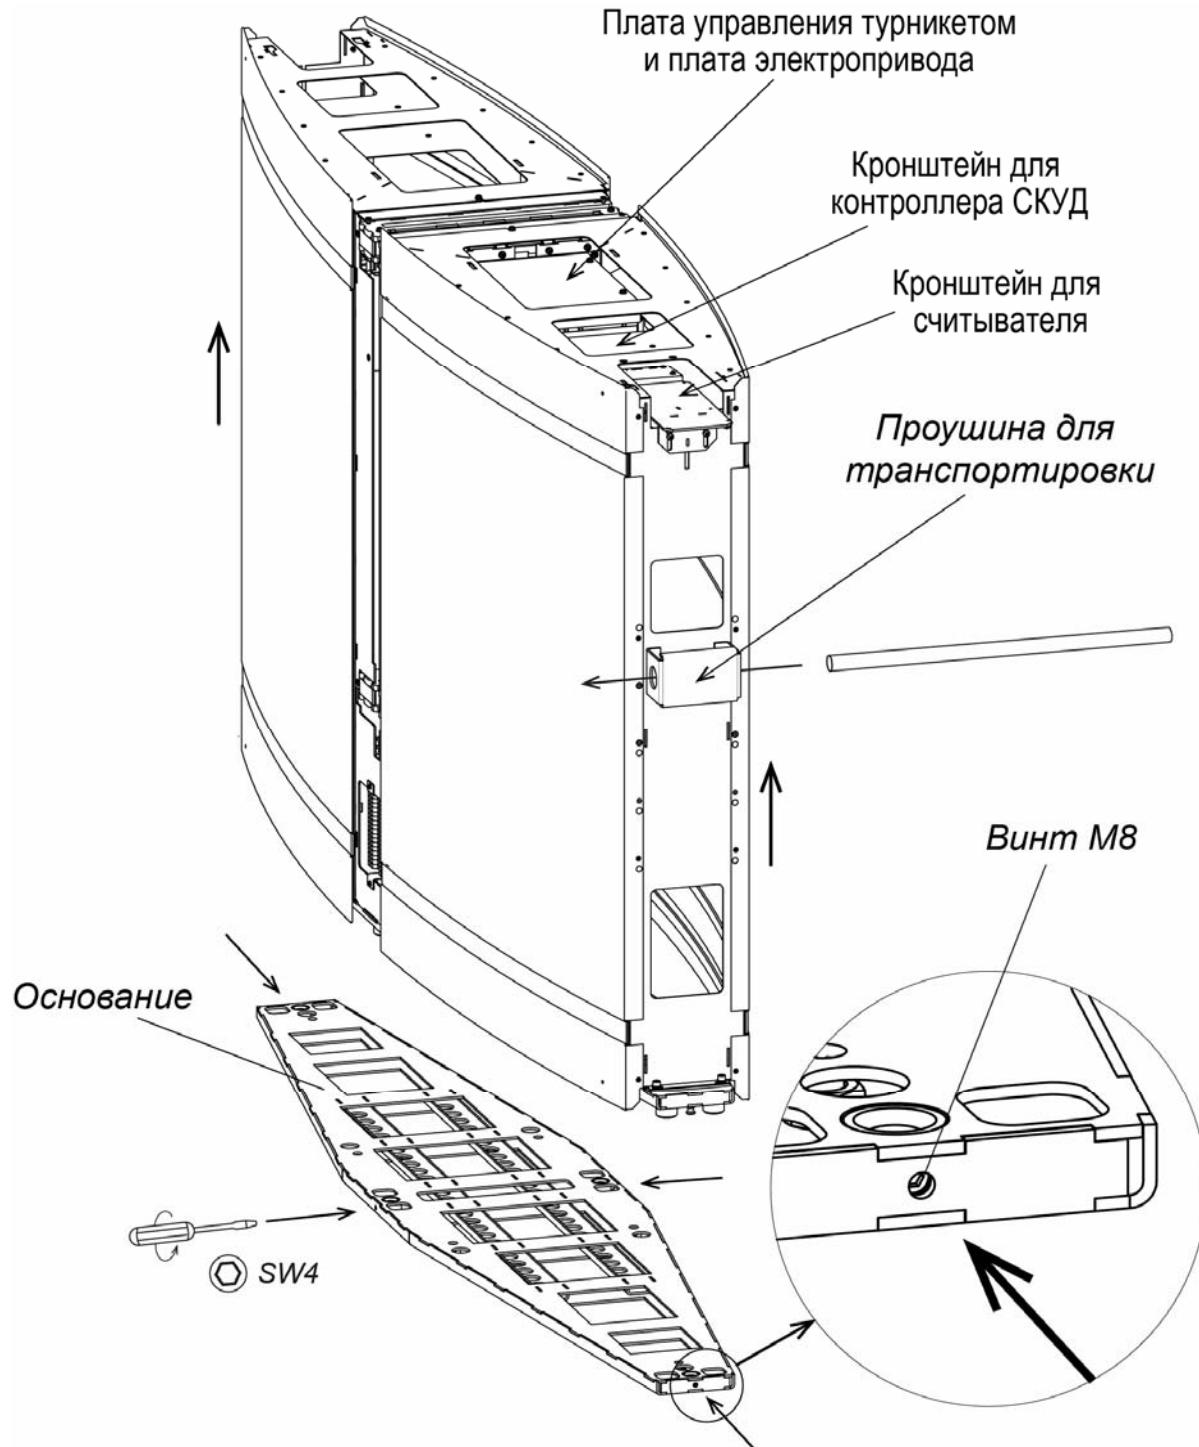

Рисунок 20. Демонтаж секции с основания
- Демонтируйте секцию со своего основания (см. рис. 20) и поставьте ее на ровную устойчивую поверхность. Перемещайте секцию при помощи двух монтировок, вставленных в специальные проушины с торцов турникета, работайте вчетвером!
10. Установите секцию *Master* на основание, предварительно протянув внутрь ее соединительные кабели. Используя шестигранный ключ SW4, закрепите секцию на основании с помощью четырёх установочных винтов M8 (см. рис. 20). При необходимости для более удобной прокладки кабелей внутри корпуса секции имеется возможность отсоединить и выдвинуть по продольной оси одну или две съемные части корпуса (см. разд. 8.7.3, рис. 21).
18. При необходимости произведите монтаж считывателей карт доступа и контроллера СКУД – считыватели устанавливаются на предусмотренные для этого кронштейны, расположенные внутри секций под верхними блоками индикации крышек, контроллер СКУД может быть установлен на специальных стойках¹ в проеме корпуса секции сверху под крышкой турникета (см. рис. 20).
1. Ключом шестигранным SW4 выверните до упора четыре винта M8 (см. рис. 20).
Плата электропривода створки располагается под стеклянной крышкой турникета с правой стороны от створки в проеме корпуса секции, см. рис. 20 (для стороны *Master* совместно с платой управления).